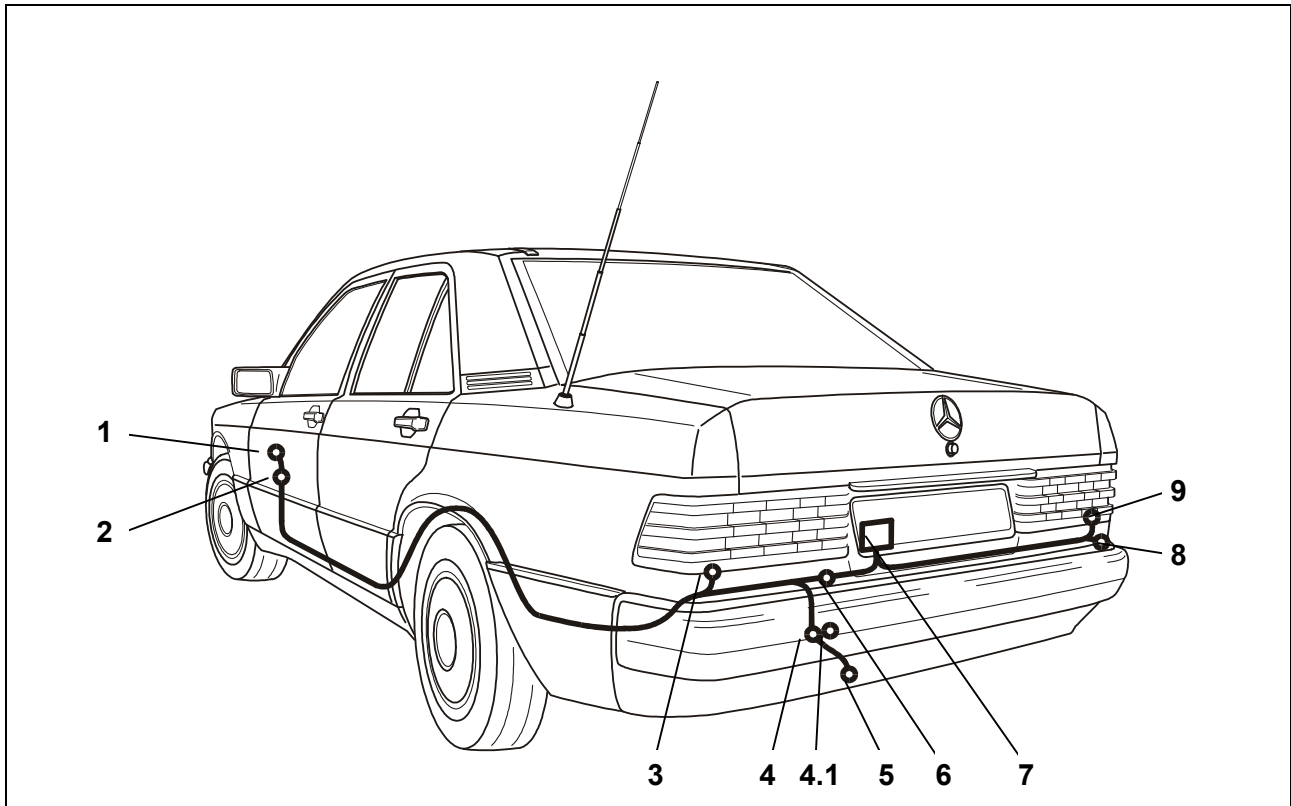

Fig. 1: Montageoverzicht
4. In de uitsparing voor het reservewiel op een geschikte plaats (afb. 1/4) een gat van 19 mm boren voor de kabeldoorvoer.
5. Het stopcontact-einde van de kabelbundel door de kabeldoorvoer leggen (afb. 1/4), uitgaand van de kofferbak, naar buiten naar de stopcontact-bevestigingsplaat (afb. 1/5).
6. De rubberbus in de kabeldoorvoer (afb. 1/4) plaatsen.
7. In de uitsparing voor het reservewiel op een geschikte plaats (afb. 1/4.1) een aanvullend gat van 8 mm boren voor de kabeldoorvoer van de 13-polige kabelset.
8. Het stopcontact-einde van de kabelbundel door de kabeldoorvoer leggen (afb. 1/4,1), uitgaand van de kofferbak, naar buiten naar de stopcontact-bevestigingsplaat (afb. 1/5).
9. De rubberbus in de kabeldoorvoer (afb. 1/4,1) plaatsen.
10. Pakking van het stopcontact plaatsen en de kabelbundel overeenkomstig het *aansluitschema* op het huis van het stopcontact (afb. 1/5) aansluiten en de rubberen pakking tegen het stopcontact aanschuiven.
11. Het stopcontact op de montageplaat (afb. 1/5) vastschroeven met de bijliggende schroeven en moeren.
19. De bruine kabels met het ringoog op het massapunt van het voertuig (fig. 1/8) aansluiten, zo nodig een geleidende verbinding naar de voertuigmassa tot stand brengen.
20. De rode leiding van de 12-polige stekker naar de zekeringshouder (fig. 1/2) leggen.